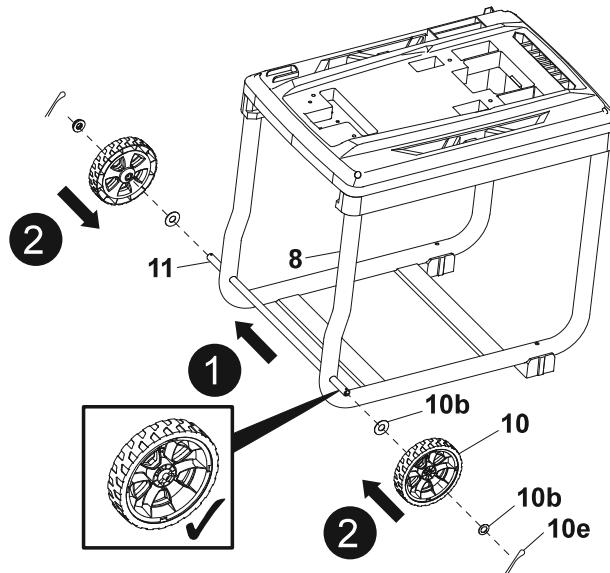

Fig. 2
1. Alinee y pase el eje de rueda (11) a través de los dos orificios de montaje laterales del bastidor (8) (Fig. 2, paso 1). Asegúrese de que el eje de rueda (11) está centrado.
2. Coloque la arandela (10b), la rueda (10) y la arandela (10b) en el eje de rueda (11) (Fig. 2, paso 2). Asegúrese de que la rueda (10) está orientada correctamente antes del montaje.
3. Fije la conexión pasando el clip en R (10e) a través de los orificios del eje de rueda (11) (Fig. 2, paso 3). Utilice alicates (no suministrados) para abrir el extremo del clip en R a fin de evitar que se deslice.
4. Repita el proceso de montaje de la rueda en el otro lado del eje de rueda (11).
5. Compruebe que ambas ruedas (10) giren con suavidad en el eje de rueda (11).